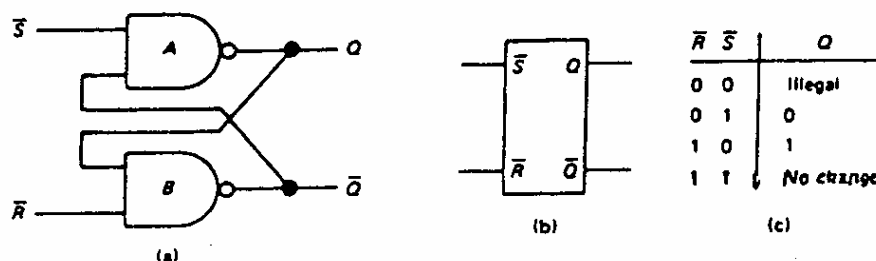

Figura 1. Latch $S'R'$ (a) Circuito lógico (b) Símbolo (c) Tabela de verdade.
Uma latch $\bar{S} \bar{R}$ (também chamado *flip-flop* $\bar{S} \bar{R}$ básico) pode ser construído ligando duas portas NAND como mostra a figura 1.
1.1.1 Monte o circuito da figura 1 e complete a tabela ao lado.